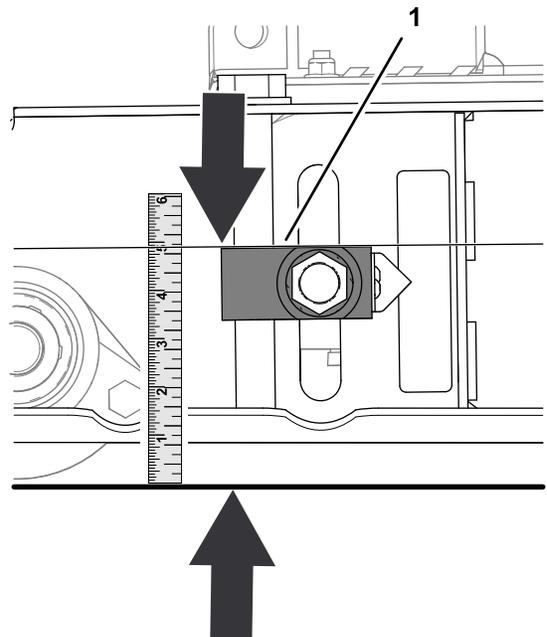

図 75
2. アジャスタブロックの上面から床面までの距離を測定する 図 75。